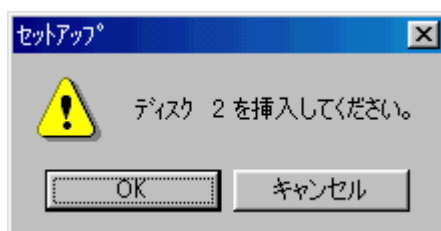

図3
- 7) 初期化ファイルのコピーが終了すると図3が表示されるので、フロッピーディスク・ドライブに“EasyWin23セットアップディスク#2”を挿入して[OK]をクリックします。